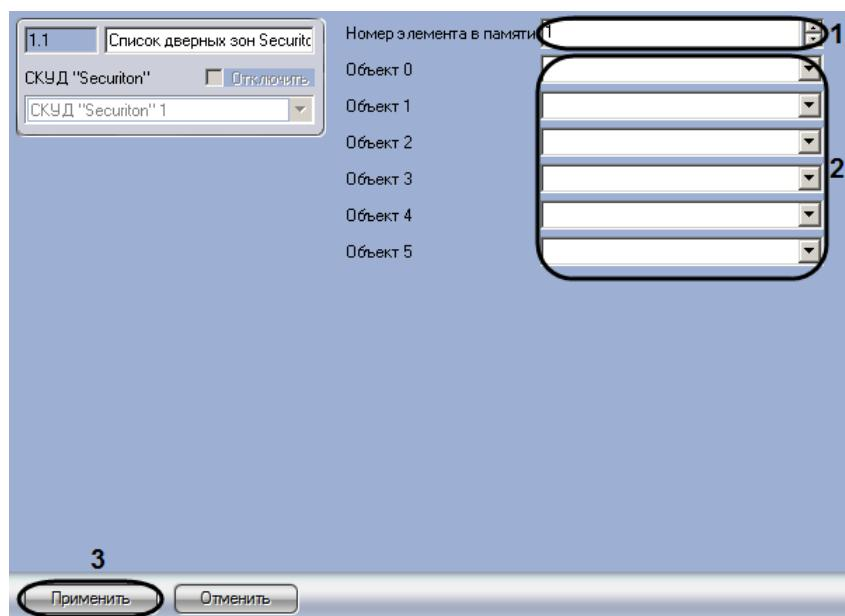

Рис. 3.4—18 Настройка списка дверных зон
- В поле **Номер элемента в памяти** ввести с помощью кнопок **вверх-вниз** уникальный среди объектов данного типа номер списка дверных зон (см. Рис. 3.4—18, 1).
3. Из раскрывающихся списков **Объект 0 – Объект 5** выбрать объекты, соответствующие дверным зонам или спискам дверных зон, которые должны быть включены в список (см. Рис. 3.4—18, 2).